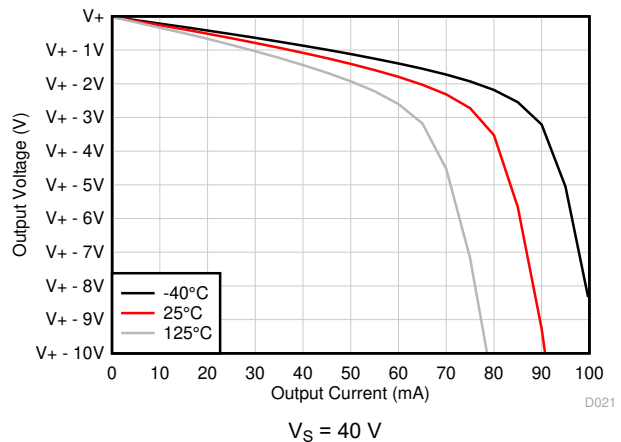

图 6-12. 输出电压摆幅与输出电流 (拉电流) 间的关系
- 在高电源电压下，将 TLV936x 突然短接至  $1/2 V_S$  或接地会导致快速热关断。如果根据图 6-12 避免了快速热关断，则可实现大于  $I_{SC}$  的输出电流。